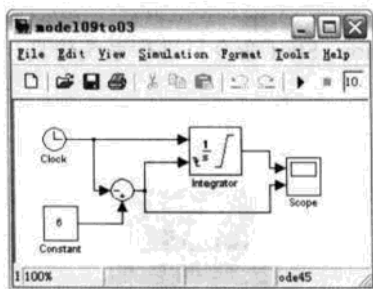
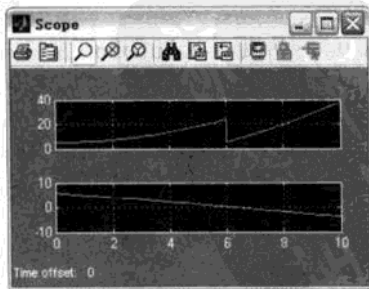

图 9.5 利用下降信号进行复位积分操作模型
图 9.6 结果图
- (1) 构造 Simulink 模型如图 9.5 所示，保存文件为 model09to03.mdl。
- (2) 双击积分模块，在弹出的对话框中在 External reset 下拉列表框中选择 falling 选项，在 Initial condition source 下拉列表框中选择 internal 选项，在 Initial condition 文本框中输入 5，单击 OK 按钮完成设置并关闭参数对话框。
- (3) 运行仿真，在 Simulink 窗口中选择 Simulation | Start 命令，进行系统仿真。
- (4) 查看结果，如图 9.6 所示。